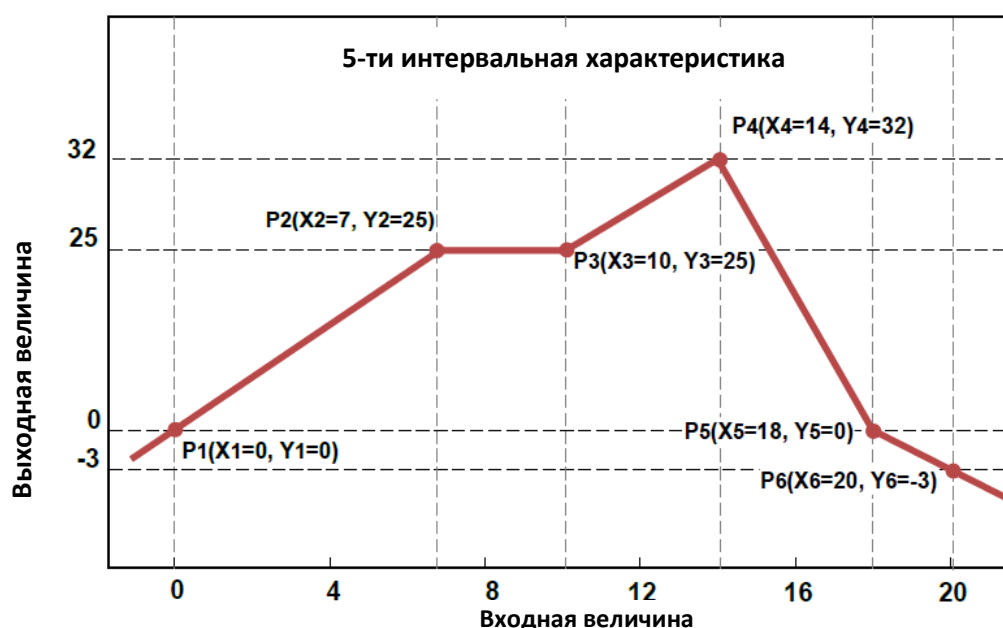

Рисунок 2.48
2.17.2.3 «**Масштабирование: настройка пользователем**» – значение соответствует масштабированию значения канала, определяемым набором линейных преобразований на заданных входных интервалах (см. рисунок 2.48).